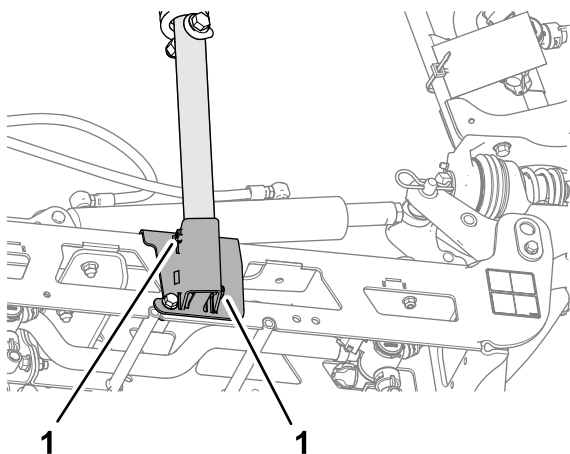

Рисунок 116
3. Ослабьте 2 установочных винта, которые крепят нижнюю трубу опоры (Рисунок 116).